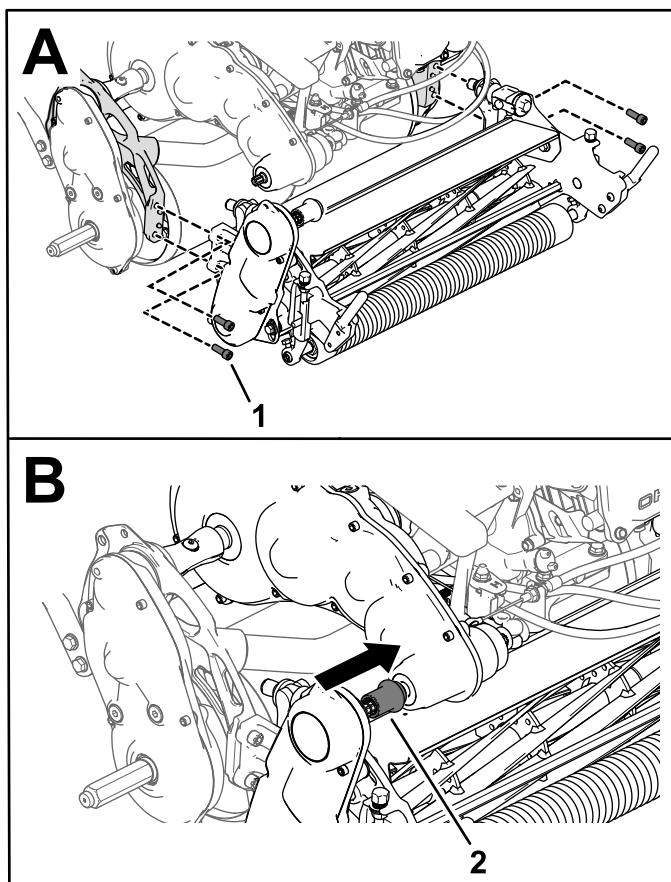

Рисунок 47
- Используйте 4 винта с внутренними шестигранниками для крепления режущего блока к раме (Рисунок 47).
4. Надвиньте муфту привода режущего блока на ведущий вал трансмиссии (Рисунок 47).